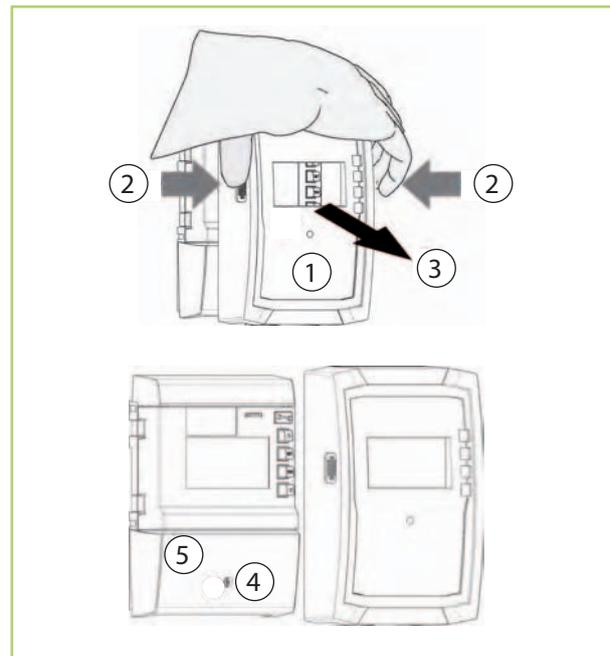

Abb. 28: Frontblende entfernen
- Frontblende ① an seitlichen Griffriellen ② und nach vorne abziehen ③ (Abb. 28).
- Schraube ④ lösen (Abb. 28).
- Klemmenabdeckung ⑤ abnehmen.